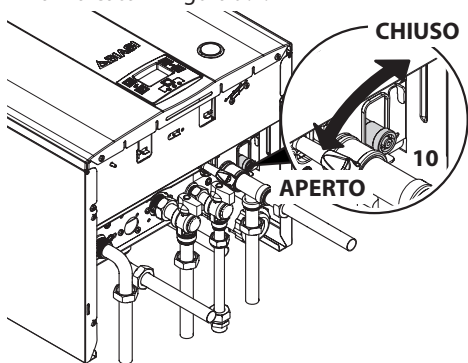

Figura 9.4
- Allentare il rubinetto di svuotamento caldaia 10 indicato in Figura 9.4.